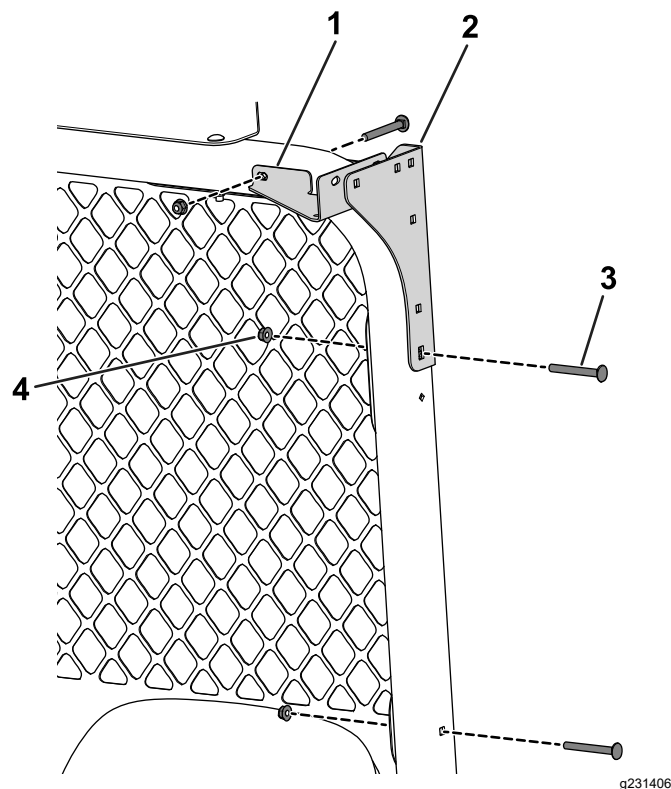

Figura 34
6. Utilizzate 4 bulloni a testa tonda (5/16" x 2 3/4") e 4 dadi (5/16") per fissare le staffe di montaggio posteriori e i rinforzi degli angoli posteriori sul roll bar (Figura 34).
7. Utilizzate 2 bulloni a testa tonda (5/16" x 2¾") e 2 dadi (5/16") per fissare la griglia posteriore sul roll bar (**Figura 34**).